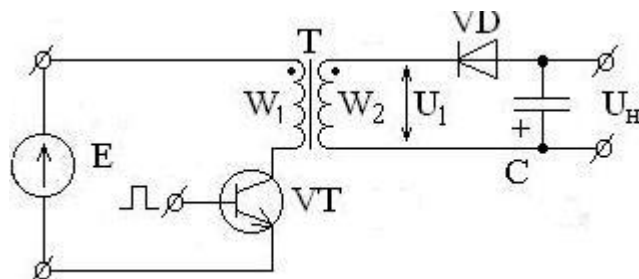

Рисунок 5.2 – Конвертор напряжения
2. Исходные данные: Имеется одноконтный конвертор с обратным включением выпрямительного диода (рис. 5.2). Параметры схемы:  $E = 80 \text{ В} \pm 5\%$ ,  $U_H = 30 \text{ В} \pm 2\%$ ,  $W_1 = 300 \text{ вит}$ ,  $W_2 = 150 \text{ вит}$ . Определите минимальное значение коэффициента заполнения при идеальных ключах.